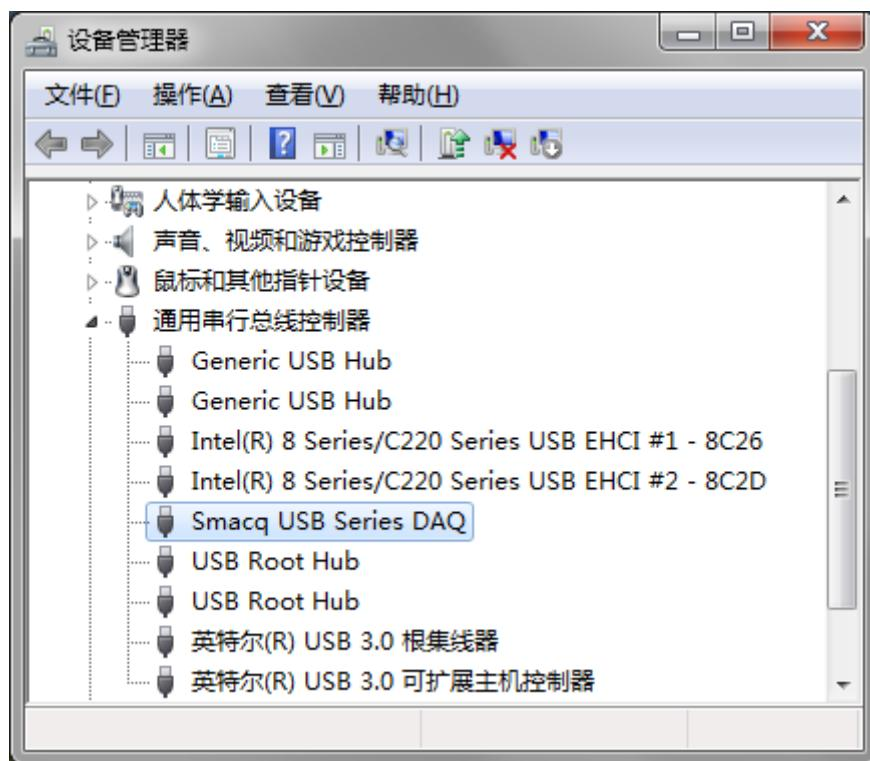

图 3.1、正确安装驱动之后的设备管理器显示图
- 9) 系统开始安装驱动程序，大约 30 秒之后，驱动程序就安装完成了，此时可以看到设备管理器中的感叹号消失了，如下图 3.1 所示。